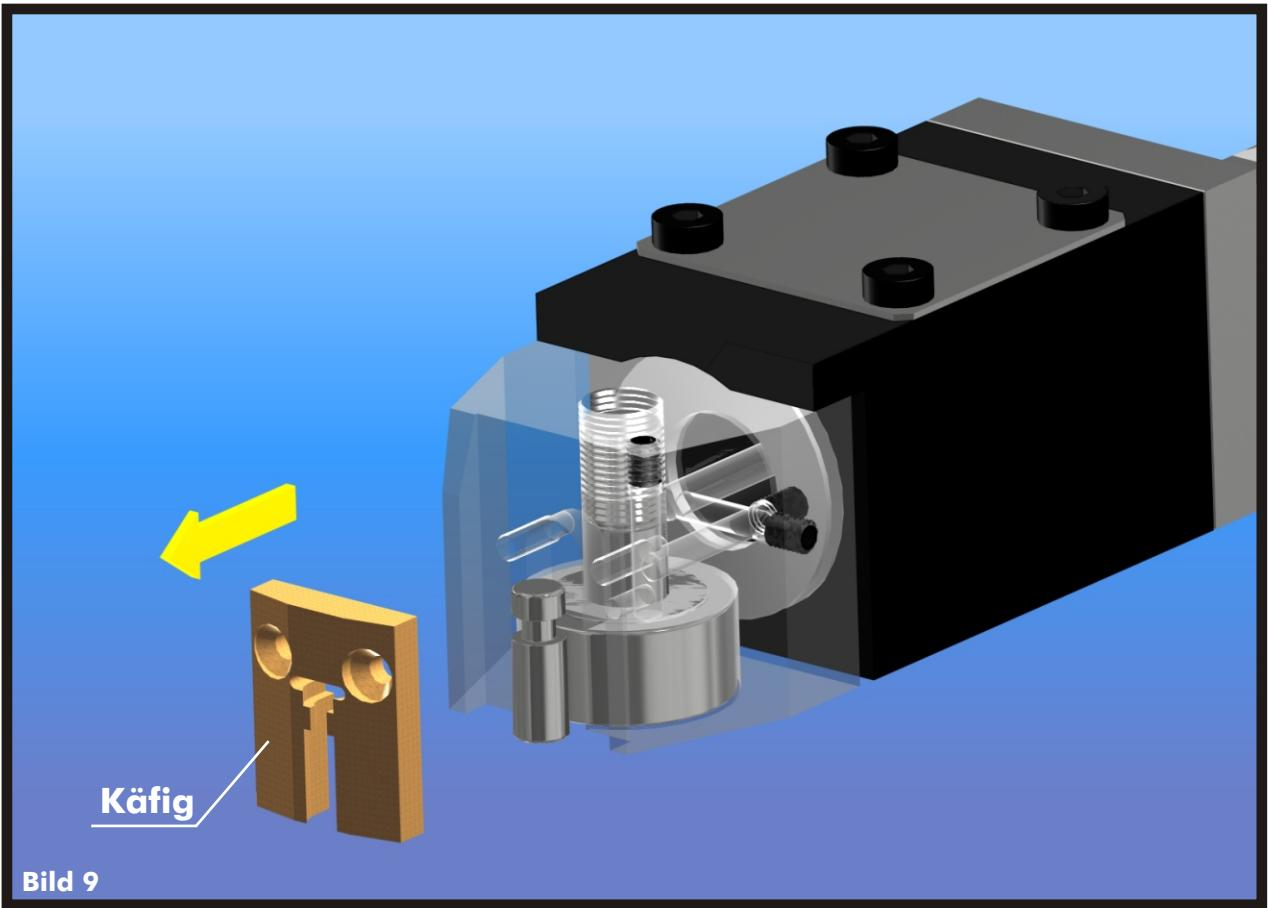

Bild 9
- > Entnehmen Sie den Käfig aus der Nut des Halters (Bild 9).